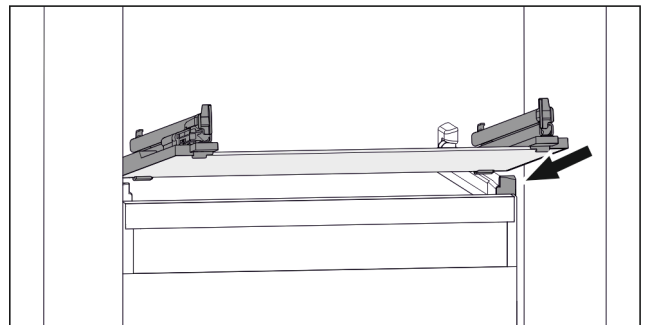

Fig. 79 Beispielhafte Darstellung der Glasplatte
- ▶ Glasplatte schräg hinter den Stopperr aufsetzen. (zie Fig. 79)